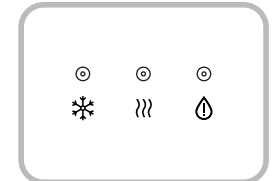

Fig.3
6. Prenda el interruptor de agua caliente, espere un par de minutos y prenda el interruptor de agua fría. Permita que la unidad alcance las temperaturas máximas de agua caliente y mínimas de agua fría. tomará Esto aproximadamente de 35 a 60 minutos y las Luces Indicadoras se apagarán (Fig.3).